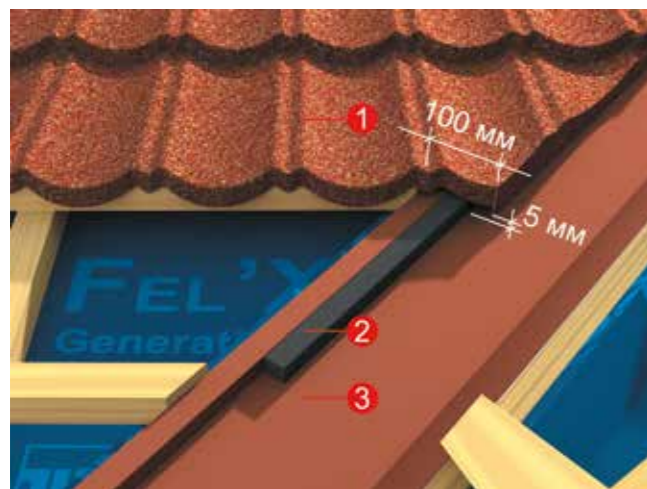

Рисунок 25
5.7.1 Панели моделей Традиция и Робуст выкраиваются с учетом напуска на ендову не менее, чем на 100 мм (Рисунок 25). Края отгибаются вниз на 90° таким образом, чтобы расстояние между нижним краем отогнутой панели и ендовой составляло не менее 5 мм.